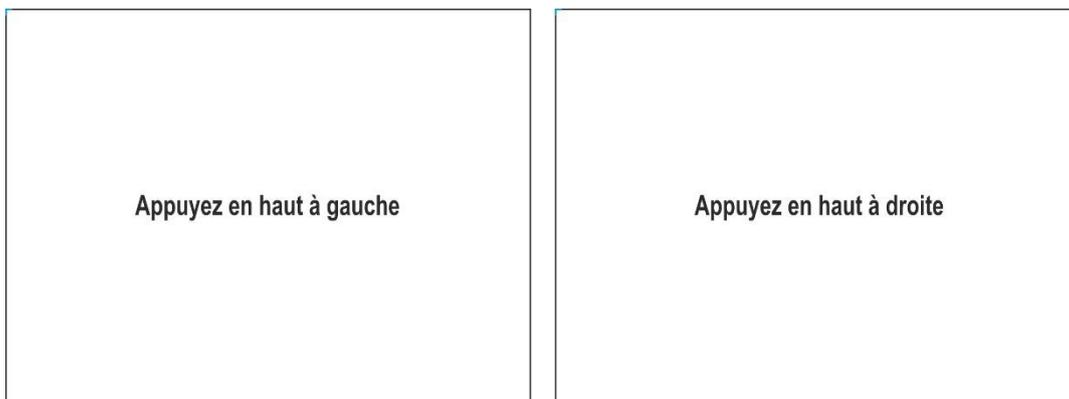

Fig. 10: Pages d'étalonnage de l'écran tactile – Partie supérieure
1. Sélectionner l'élément « **Commencer** » du champ « Étalonnage ». L'instrument affiche le message « Appuyez en haut à gauche ». Toucher la partie supérieure de l'écran à proximité de la référence bleue claire présente sur l'angle gauche (voir Fig. 10 – partie gauche)
2. L'instrument affiche le message « Appuyez en haut à droite ». Toucher la partie supérieure de l'écran à proximité de la référence bleue claire présente sur l'angle droit (voir Fig. 10 – partie droite)